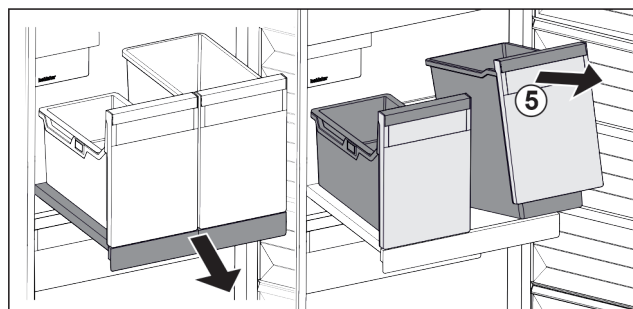

Fig. 139
- Ngrijeni kutinë Fig. 139 (5) lart përpara.